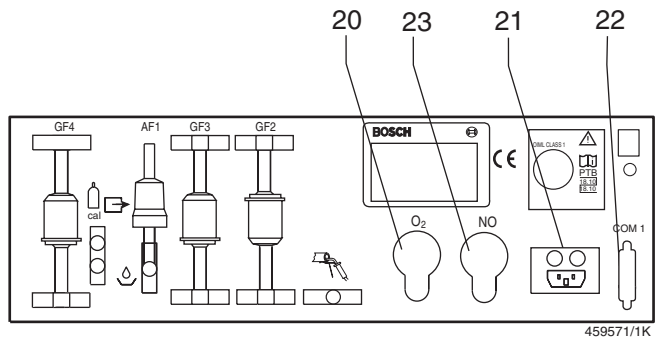

Figura 2, lato posteriore:
L'apparecchio può essere dotato di un trasmettitore di misura NO. Il trasmettitore viene avvitato dietro all'apparecchio, nel luogo a tal fine previsto (figura 2, pos. 23) (vedasi istruzioni per il montaggio 1 689 978 360 per kit di completamento 1 687 001 440).